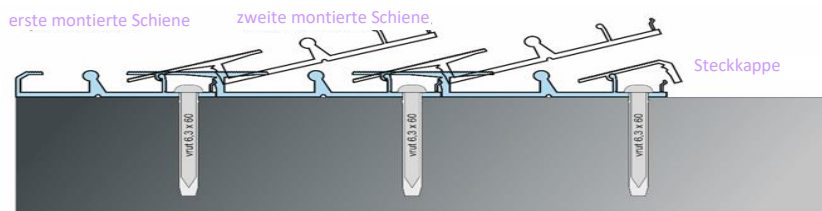

Abb. 7.9
- Beispiel für die Schienenbefestigung. Nur zur Verwendung mit SUPREME LINE-Modellen, Abb. 7.9.